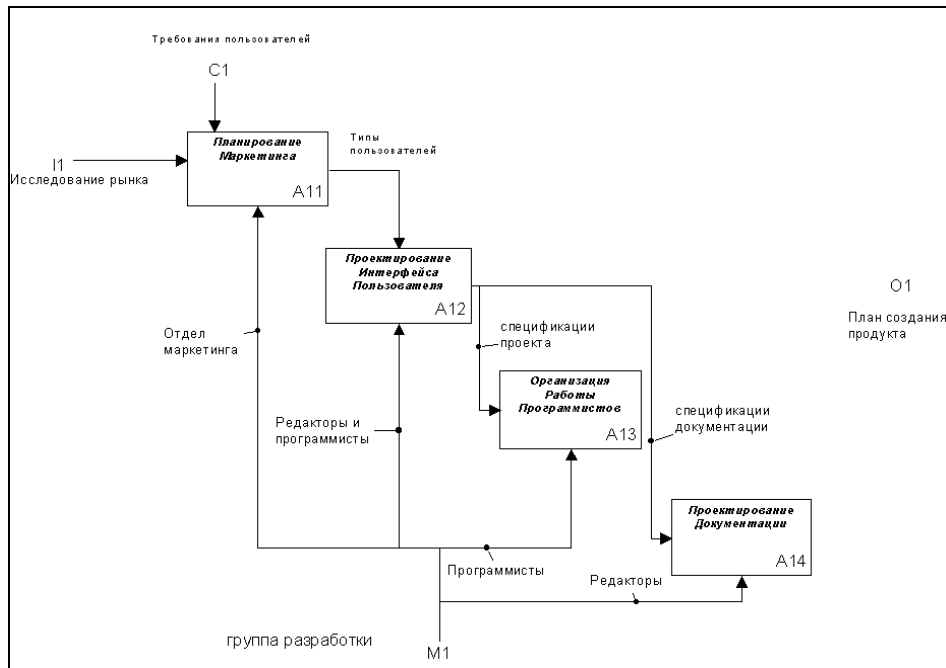

Рисунок 5.2 – Создание разветвлений для дуг механизма
- * Создайте третью ветвь и присоедините ее к нижней стороне блока A13 (рисунок 5.2).
- * Для каждой из ветвей, идущих из портового узла M1, создайте и присоедините метки: «Отдел маркетинга» к блоку A11, «Редакторы и программисты» к блоку A12, «Программисты» к блоку A13 и «Редакторы» к блоку A14 (рисунок 5.2).